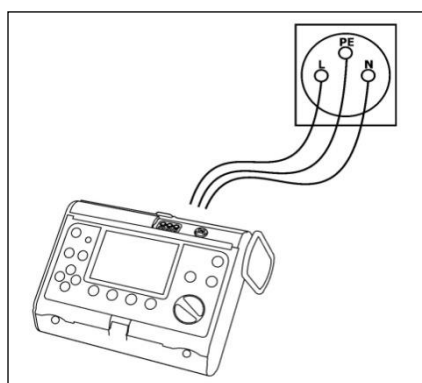

Рис.6. Подключение прибора.
- подключить измеритель проводами к сетевому гнезду стенда согласно Рис.6;